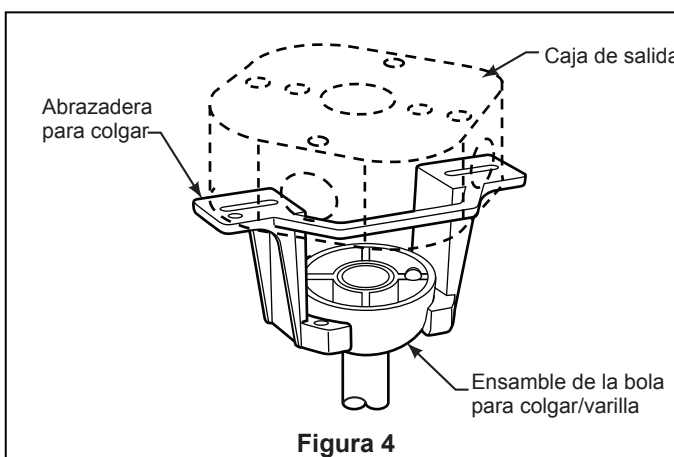

Figura 4
2. Levante cuidadosamente el ventilador y coloque el ensamble de la bola para colgar/varilla en la abrazadera para colgar que acaba de fijar a la caja de salida. Asegúrese de que la ranura de la bola esté alineada con la lengüeta de la abrazadera para colgar. (Figura 4)